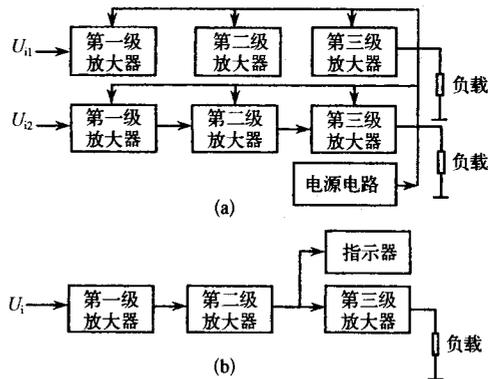

图 1-28 试听、试看功能判别检查法实施示意图
这里以图 1-28 所示电路为例,介绍这种检查方法的具体实施过程。如图 1-28(a)所示,两部分电路彼此独立,但电源电路是共用的,两部分电路分别放大、处理各自的信号。如图 1-28(b)所示电路中,第一级、第二级放大器是共用的,指示器电路和第三级放大器是独立的,这一电路只放大、处理一个信号。
(1) 无声和声音轻故障实施方法
① 在试听无声或声音轻故障时,要让电路进入工作状态,且信号要加到电路的输入端。如图 1-28(a)所示电路,先试听或试看两路放大器电路有没有正常信号输出,对于视频设备是试看,将试听、试看的结果分成以下两种情况:
② 如图 1-28(b)所示电路,分别试听、试看负载和指示器上有没有信号,试听、试看的结果也分成以下两种情况:
(2) 噪声大和非线性失真故障实施方法
① 如图 1-28(a)所示电路,先试听或试看两路放大器电路有没有噪声大现象,对于视频设备试看有没有杂波干扰,将试听、试看的结果分成以下两种情况:
② 如图 1-28(b)所示电路,分别试听、试看负载和指示器上有没有噪声,试听、试看的结果也分成以下两种情况:
① 如若在进行试听、试看机器功能时的结果不正确,会在推理时出现差错,甚至推理的结果是矛盾的,所以在试听、试看时一定要正确试听、试看机器的功能。
② 此检查方法尽量不要用于一些恶性故障处理,如冒烟、打火、巨大爆炸声等。